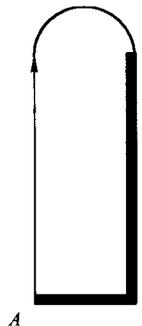

图 1-3 多义线图例
**例 1-2** 绘制一个如图 1-3 所示的图形, 操作如下。
此时，在绘图区内将看到如图 1-3 所示图形实体。